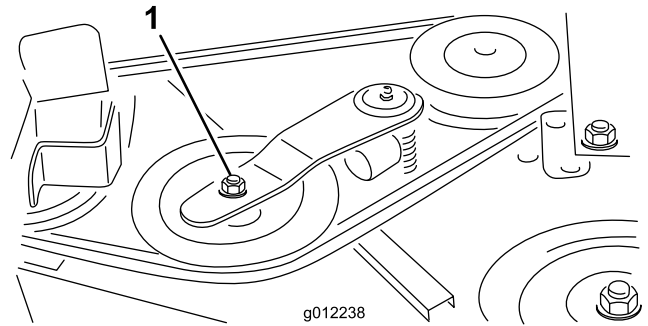

Figura 35
- Usando una llave dinamométrica u otra herramienta similar, aleje la polea tensora (Figura 35) de la correa